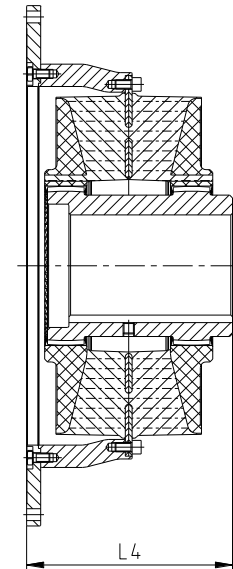

Bild 19: Kupplungseinbau
- Verschieben Sie die Maschinenteile in axialer Richtung bis das Einbaumaß L4 erreicht ist (siehe Bild 19 sowie Tabelle 3).